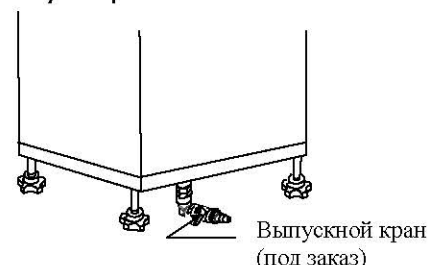

Рис. 7
Прим.: В моделях с выпускным краном (дополнительный аксессуар под заказ) удостовериться, что выпускной кран закрыт (рис. 7).
3. **Если бойлер залит сверх меры** и отметка MAX на стеклышке уровня превышена, из утюга может капать вода. В таком случае следует выключить парогенератор, отвинтить колпачок клапана на один оборот, выждать, пока не улетучится весь пар из бойлера, снять колпачок клапана, дать воде и бойлеру остыть до конца, затем наклонить переносной парогенератор BARBARA 31 вправо для выпуска излишка воды (см. Раздел 8). В отдельных моделях осторожно открыть выпускной кран бойлера (рис. 7).
Для моделей, оснащенных выпускным краном (под заказ): отвинтить и снять колпачок клапана, открыть выпускной кран (рис. 7). **Не забудьте закрыть кран после того, как из бойлера выльется вся вода!**